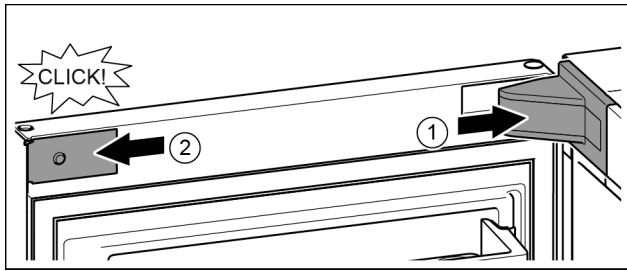

Fig. 25
- ▶ Applicare la copertura del blocco di supporto e inserirla a scatto, se necessario allontanarla con attenzione. Fig. 25 (1)
- ▶ Applicare la maschera lateralmente e inserirla a scatto. Fig. 25 (2)